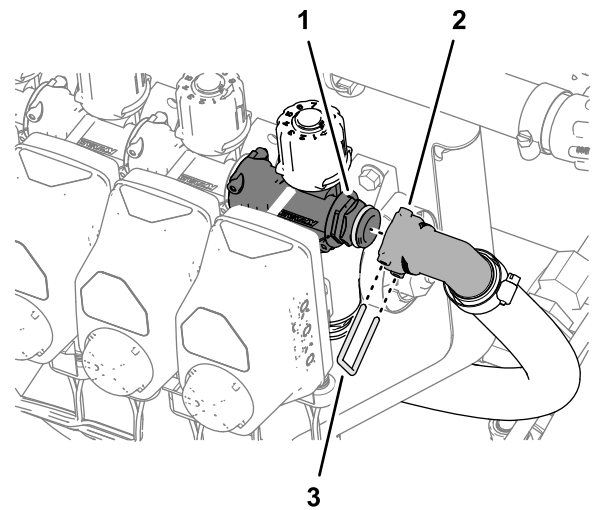

Figura 112
- Monte a união de ligação rápida do tubo de distribuição à união de desligação rápida da válvula de distribuição na válvula do bico 10 (Figura 112).
- Prenda as uniões de desligação rápida do tubo de distribuição e a válvula de distribuição com o retentor (Figura 112).